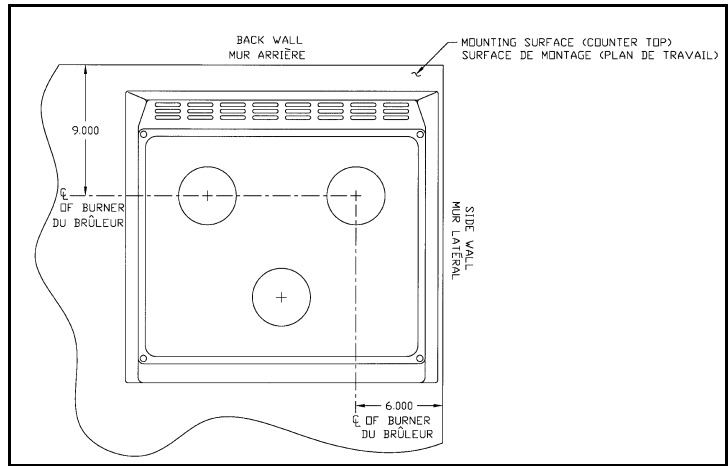

Figure 1A
- Dégagements de séparation des murs - valeurs à respecter au-dessus et au-dessous du plan de travail. Voir Figure 1A